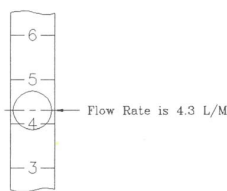

Figure 32
4. Nitrous oxide and Oxygen Flowmetres (Debitmetrele de protoxid de azot si de oxygen) – cantitatea de gaz ce trece prin acestea este indicata prin citirea pozitiei din mijlocul balonului (diametrul maxim). Vezi fig. 32